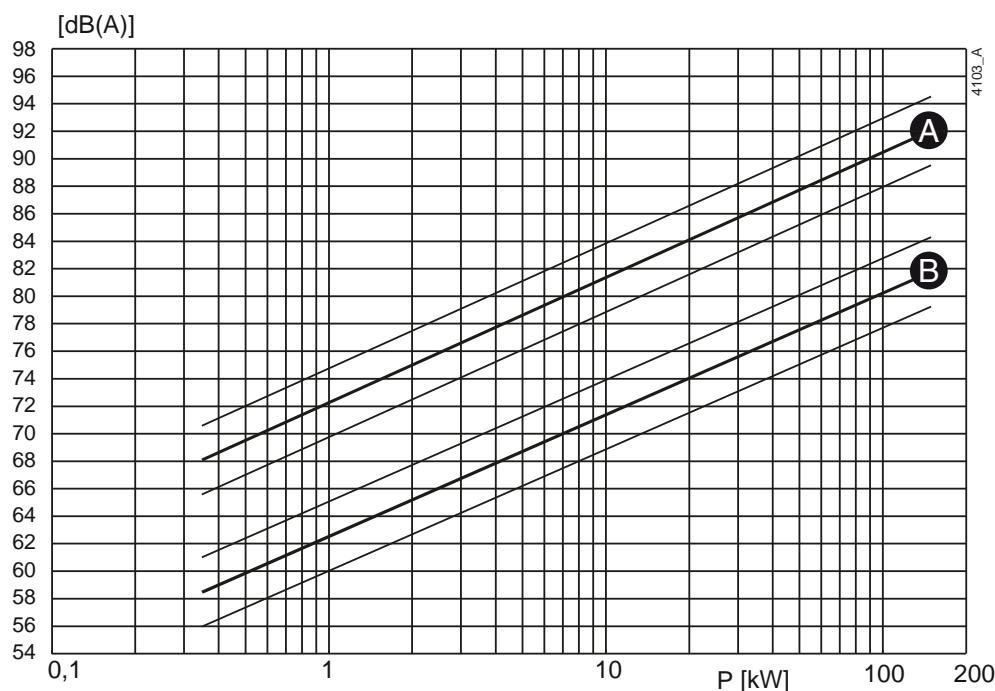
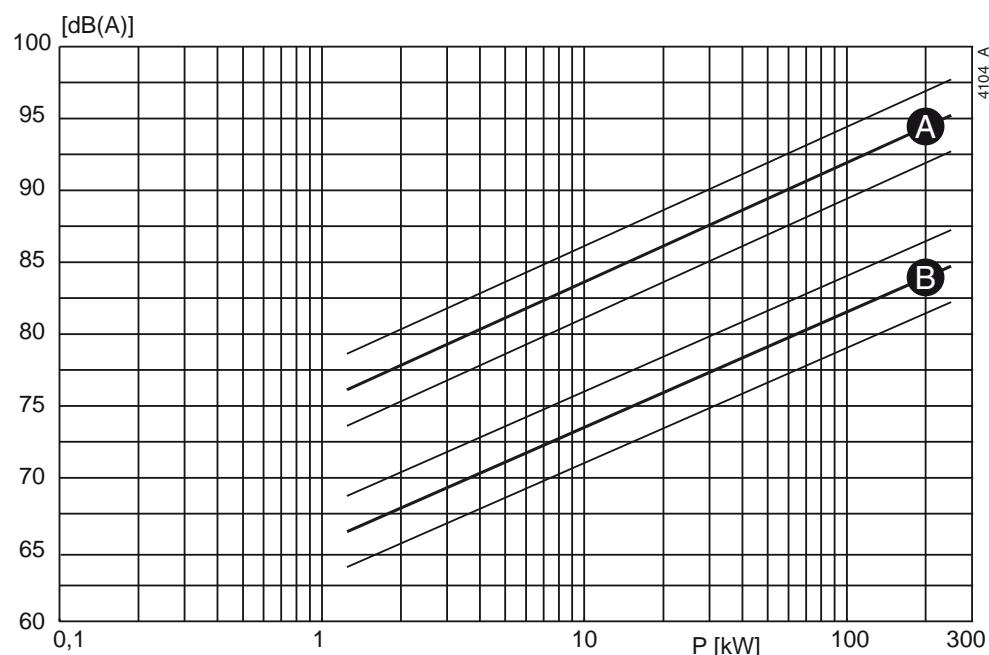

Рисунок 43: Зависимость уровня шума от мощности насоса [кВт] при 1450 об/мин⁻¹
Рисунок 44: Зависимость уровня шума от мощности насоса [кВт] при 2900 об/мин⁻¹
- 1 Определите уровень шума (L_1) насоса, см. рисунок 43 или рисунок 44.